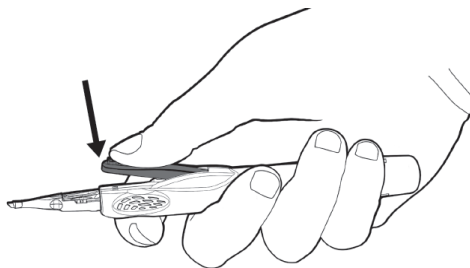

Figura 8a
Paso 10. Presionar completamente la palanca de control de la velocidad para mover el émbolo hacia delante y plegar la LIO (**Figura 8a**). Para detener la LIO, soltar la palanca de control de velocidad cuando el borde frontal de la óptica haya alcanzado la línea de pausa del cartucho (**Figura 8b**).